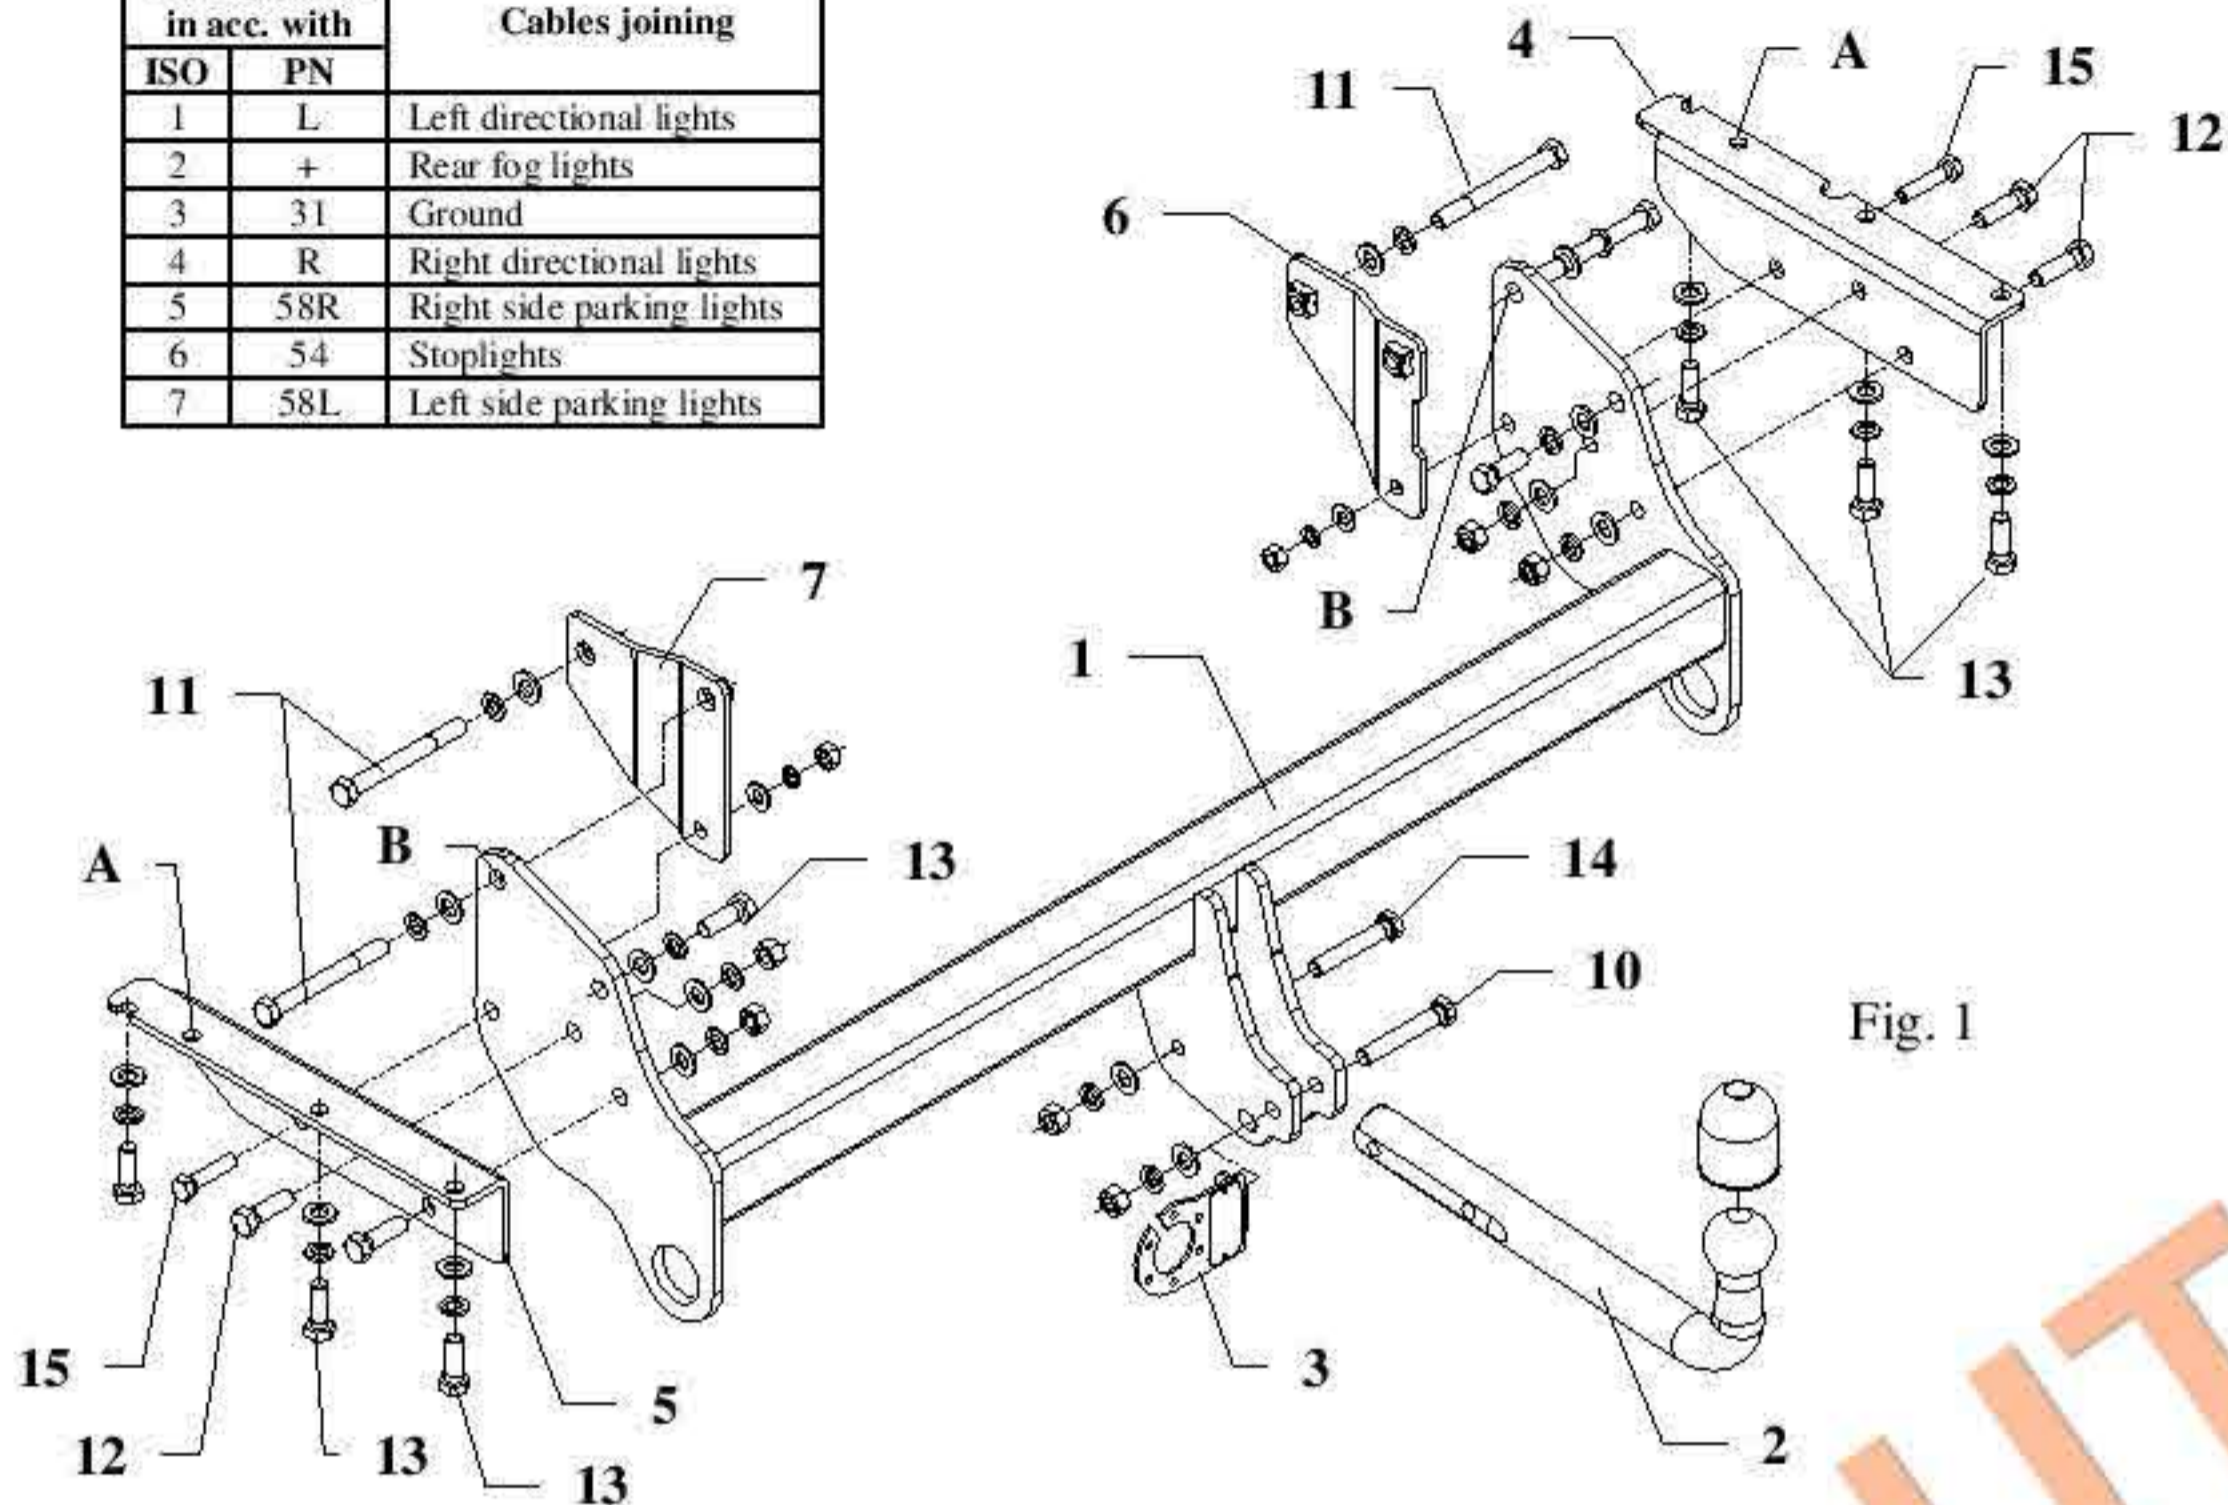

Fig. 1
8. Fixați placă soclu (poz. 3) prin șurubul M12x30mm (poz. 14), așa cum se arată în fig. 1.